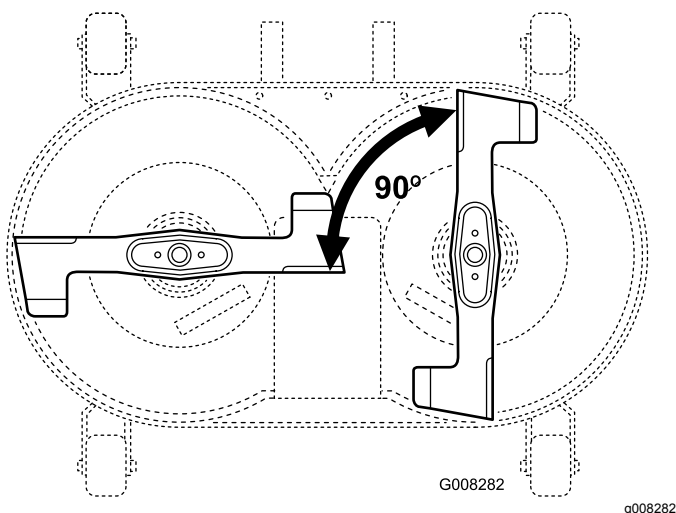

Bild 43
2. Richten Sie die Schnittmesser in einem Winkel von 90° zueinander aus (Bild 43).